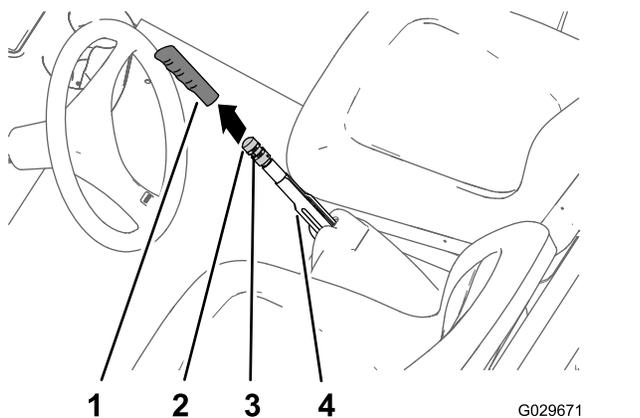

Рисунок 62
1. Снимите рукоятку с рычага стояночного тормоза (Рисунок 62).
2. Ослабьте установочный винт, который крепит ручку регулировки тормоза к рычагу стояночного тормоза (Рисунок 62).
3. Поворачивайте ручку регулировки тормоза до тех пор, пока усилие, требуемое для приведения в действие рычага стояночного тормоза, не достигнет 133–156 Н (Рисунок 62).
4. Затяните установочный винт и установите рукоятку на рычаг (Рисунок 62).
2. Ослабьте установочный винт (Рисунок 62), который крепит ручку регулировки тормоза к рычагу стояночного тормоза, выключите стояночный тормоз и ослабьте ручку регулировки тормоза.
5. Поворачивайте ручку регулировки тормоза (Рисунок 62) до тех пор, пока усилие,
- С. Поворачивайте ручку регулировки тормоза (Рисунок 62) до тех пор, пока усилие, требуемое для приведения в действие рычага стояночного тормоза, не достигнет 133–156 Н.
- Затяните установочный винт и установите рукоятку (Рисунок 62).